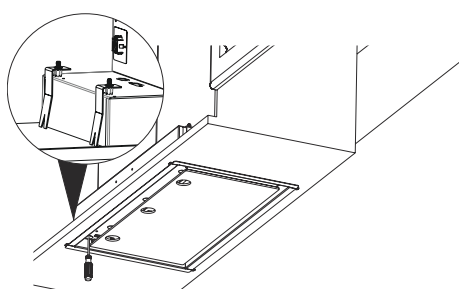

Fig. 19
4. → Skru nu på de 4 skruer, som vil stramme beslagene og stramme emhætten fast på overfladen. (Fig. 19).
Vær opmærksom på at emhætten er tæt og plan med loftet (Fig. 19).